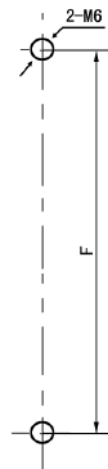

图 2.9.C
- A.在设备床壁上选择合适的位置按图 2.9.C 所示钻孔攻丝。
- B.用 M6×16 内六角螺钉③将 L 型弯板支架②固定到床壁上。
- C.用 M6 六角螺母④配合 T 型螺栓⑤将发光器、受光器①紧固到 L 型弯板支架②上。